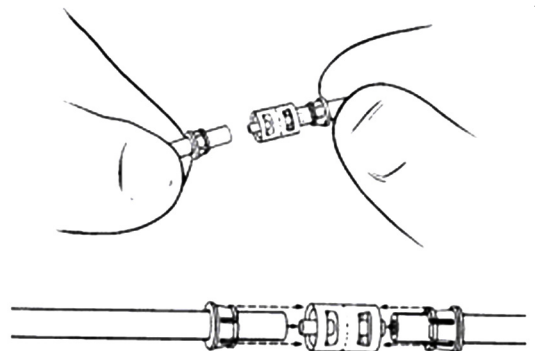

Figura 4-33. Inserir a tubagem no conector
4. Insira a extremidade da tubagem no conector. **(Figura 4-33)**
5. Insira a outra extremidade da tubagem no conector. **(Figura 4-33)**